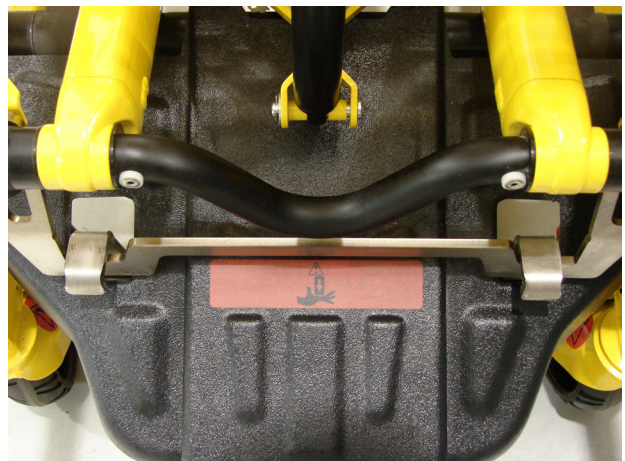

Figura 16 – Barella nel dispositivo di ancoraggio – lato testa
3. Verificare che la barella sia fissata saldamente a entrambi i lati (testa e piedi) prima di rilasciare la presa su di essa (Figura 16).